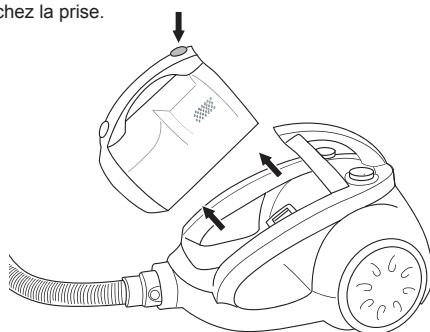

Figure 10
3. Démontez le collecteur de poussière; pour cela, vous enfoncez le bouton de déblocage (voir la figure 10) du collecteur de poussière, et vous le sortez, et tenez-le au-dessus d'une poubelle.